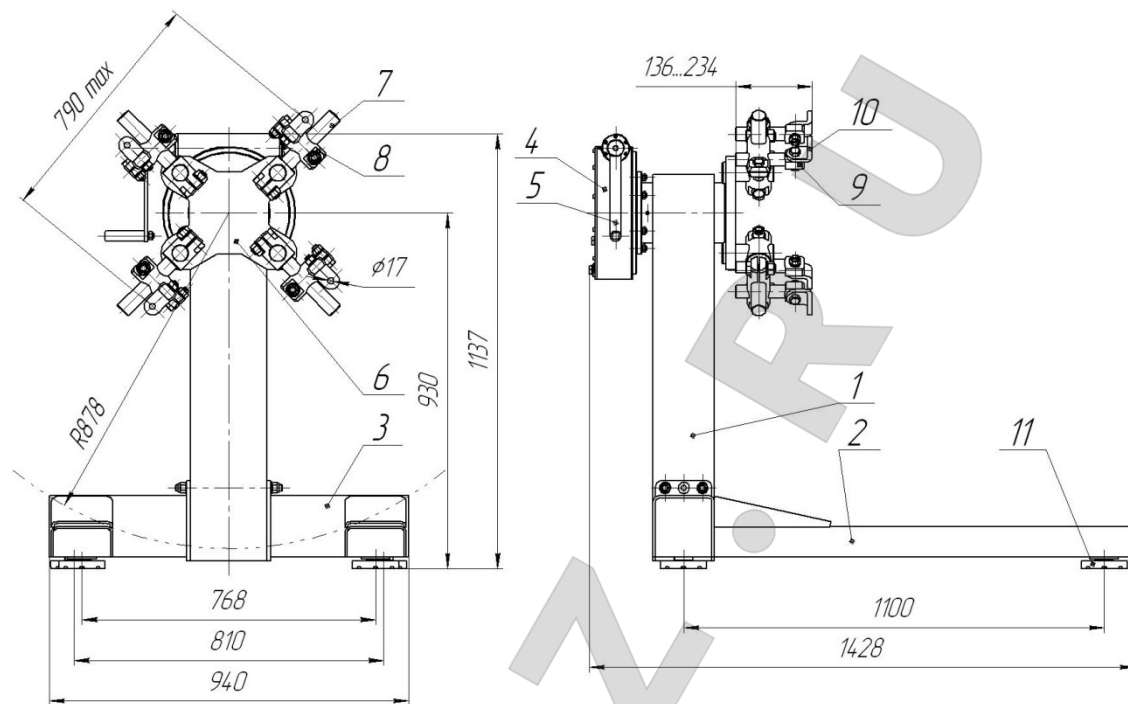
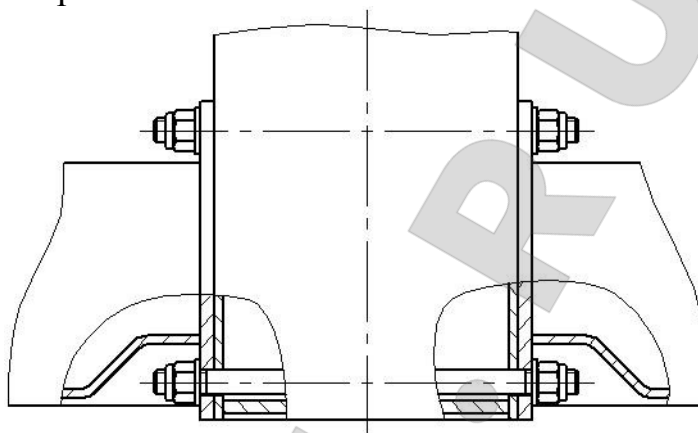

Рис. 1 Стенд P1250
Рис. 2 Схема сборки рамы стенда
4.1. Двигатель на стенде закрепляется на адаптерах (поз. 7, 8, 9, 10, рис. 1), которые установлены на шпинделе 6. Вращением рукоятки 5 через червячный редуктор 4 двигатель поворачивается в положение наиболее удобное для работы.
Распакуйте и расконсервируйте стенд. При помощи шпилек, гаек и шайб присоедините к стойке (поз.1 рис. 1) правую и левую опоры (поз. 2 и 3, рис 1), как показано на рис. 2.
Ослабить крепежные болты на адаптерах (поз. 7, 8, 9, 10, рис.1).
Болтами или шпильками (в комплект не входят) закрепить уголки (поз. 10, рис. 1) к двигателю.